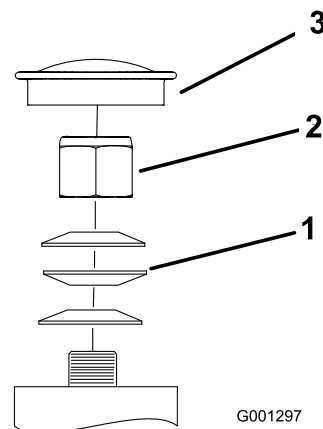

Figure 61
3. Retirez le capuchon antipoussière de la roue pivotante et serrez le contre-écrou (Figure 61).
4. Continuez de serrer le contre-écrou jusqu'à ce que les rondelles élastiques soient aplaties, puis desserrez-le de 1/4 de tour pour obtenir la précharge correcte des roulements (Figure 61).
Important: Veillez à placer les rondelles élastiques comme illustré à la Figure 61.
5. Remettez le capuchon antipoussière en place (Figure 61).